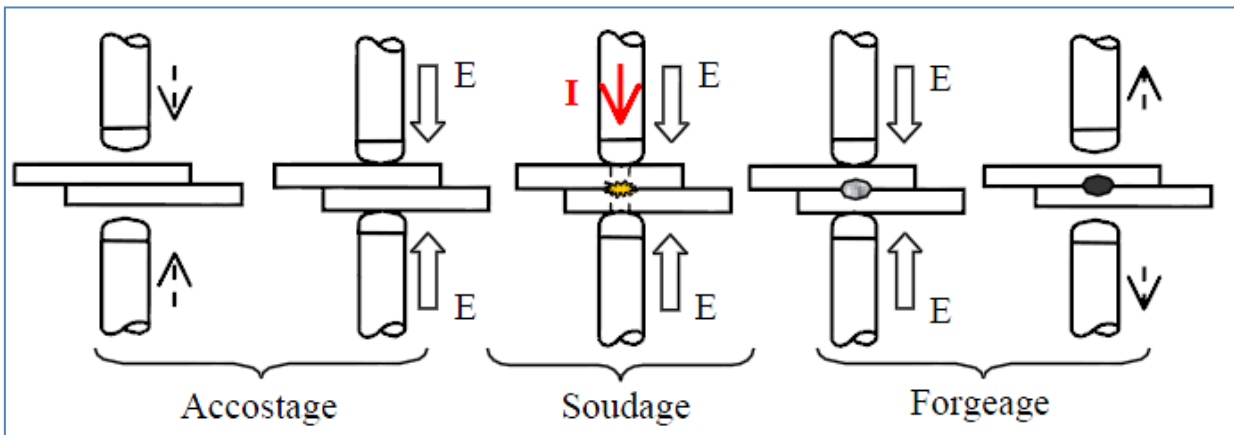

Figure 1
Un exemple Typique de ses processus de production est le procédé de soudage par point largement utilisé dans l'industrie automobile de forte cadence (plus de 1000 points de soudure par voiture). Il consiste à assembler par fusion deux tôles en permanence (Figure 1) suite à un cycle d'accostage, de soudage proprement dit (E : Effort presseur en KN et I : Intensité du courant en KA) et de forgeage local induisant ainsi la formation de point de soudage
4. En se référant à la figure 1, préciser tout en le justifiant, les variables d'entrée, appelées facteurs, et les variables de sortie, appelées réponses, qui interviennent dans la qualité du produit fini.